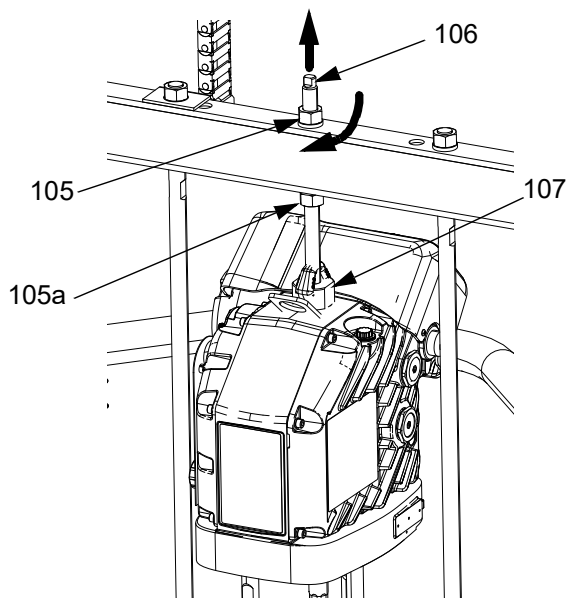

FIG. 45
3. Anslut drivenhet (AB):
- a. Sänk drivenheten (AB) på kolvumpen (AC) med en nyckel på muttern (105) tryckstången.
Se FIG. 45 på sidan 51. Gånga upp muttern (105) och dra åt den under tryckstången. Dra åt muttern (105) under tvärstycket till maximalt 34 N•m (25 ft-lbs).